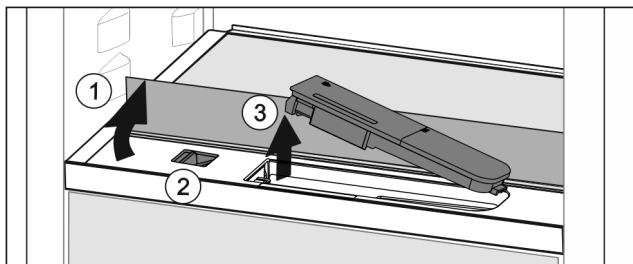

Fig. 44
- ▶ Skleněnou desku nadzvedněte a zaklapněte dozadu až na doraz Fig. 44 (1).
- ▶ Posuvník Fig. 44 (2) posuňte doleva.
- ▶ Vyjměte nádržku na vodu Fig. 44 (3).